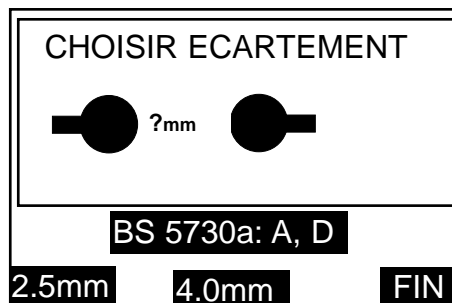

Figure 42. Ecran de sélection de l'écartement des électrodes pour l'essai BS5730a.
4. L'écran de la Figure 42 apparaît alors. Appuyez sur la touche gauche ou la touche centrale pour sélectionner l'écartement des électrodes : 2,5 ou 4,0 mm. Une pression sur la touche FIN vous ramène au sous-affichage précédent.